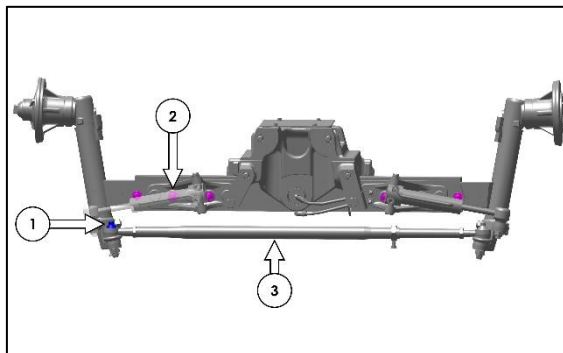

Fig. 303 : ALIGNEMENT DES ROUES AVANT 2 WD
2. Desserrer la vis et l'écrou de réglage du pincement (élément 2 sur la figure 303).
3. Dévisser le tube de la barre d'accouplement (élément 3 sur la figure 303) pour augmenter le pincement. Visser le tube de la barre d'accouplement pour réduire le pincement.